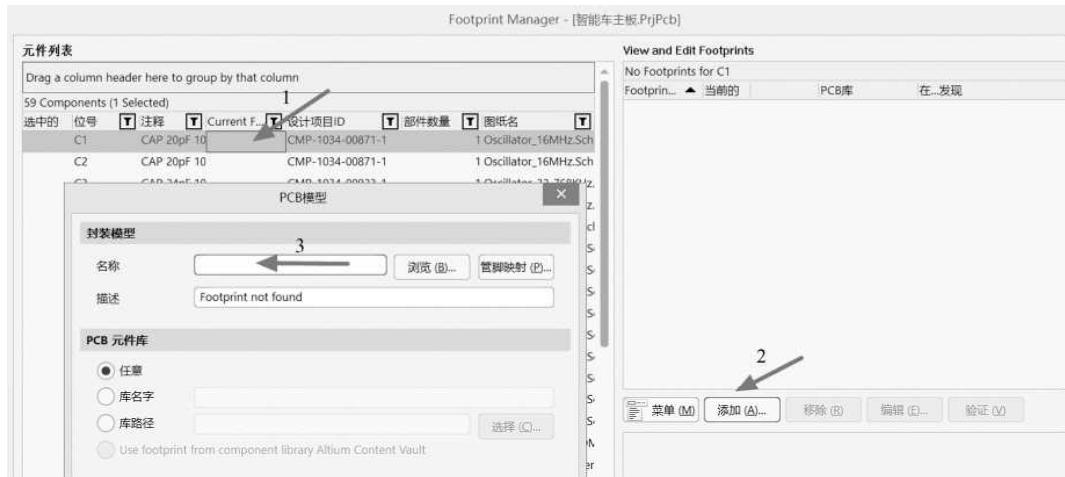

图 14-4 封装的添加、删除与编辑
(1) 在原理图编辑界面中，执行菜单命令“工具-封装管理器”，进入封装管理器，可以查看所有元件的封装信息。
(2) 确认所有元件都存在封装名称，如果不存在，就会存在元件网络无法导入的问题，如“Unknown Pin”的出现。
(3) 确认封装名称的匹配，如果原理图中的封装名称为“C0402”，封装库中的封装名称为“0402C”，则无法进行匹配，出现“Footprint Not Found C0402”的提示。
(4) 如果存在上述现象，可以在封装管理器中检查无封装名称的元件和封装名称不匹配的元件，可以按照图 14-4 所示的步骤进行封装的添加、删除与编辑操作，使其与封装库中的封装名称匹配上。多选的情况下可以对其进行批量操作。